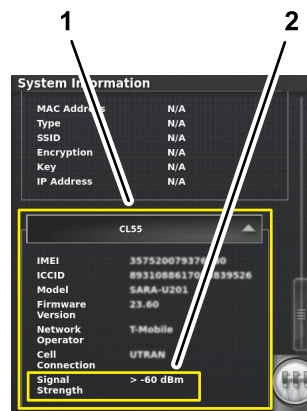

Рисунок 208
3. Нажмите на значок CL55 для отображения информации о силе сигнала (Рисунок 208) и убедитесь в том, что сила сигнала модема составляет от -60 до -99 дБм.
2. На экране информации о системе используйте полосу прокрутки, чтобы перейти к значку CL55 (Рисунок 208).